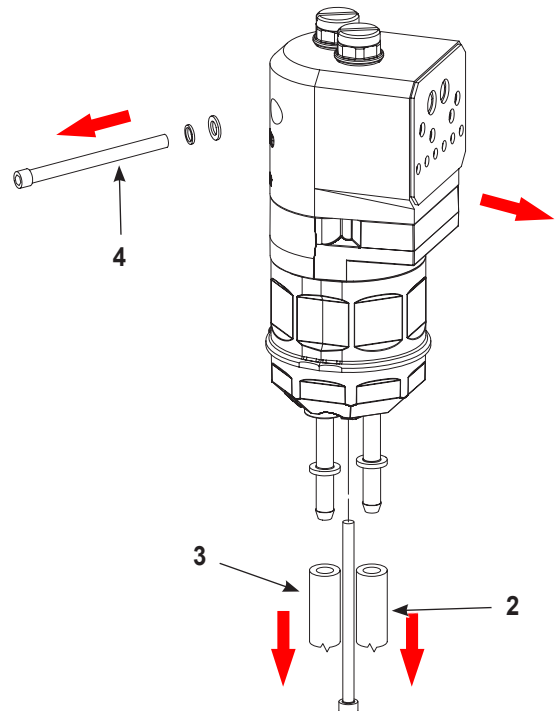
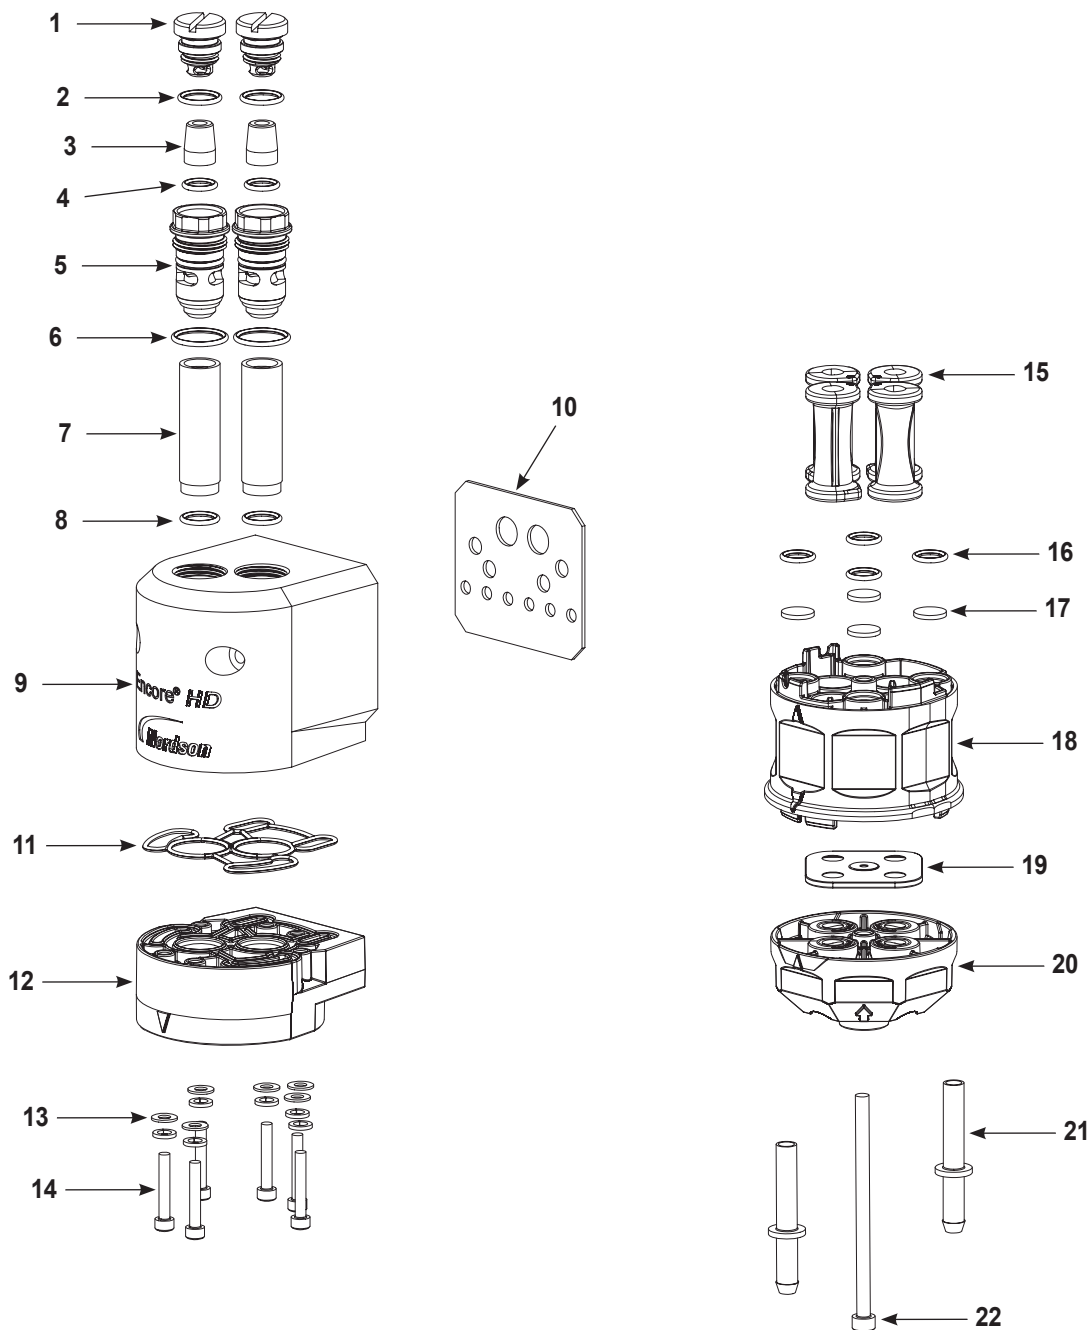

Abbildung 19 Vorbereitung für Zerlegen einer Standardpumpe
Abbildung 20 Zerlegen einer Pumpe (Abbildung zeigt Encore HD Pumpe)
**HINWEIS:** Nach jedem Zerlegen der Pumpe muss die Dichtung am Y-Block (Position 19 in Abbildung 20) ersetzt werden.
2. Siehe Abbildung 19. Eingangs- (2) und Ausgangspulverschläuche (3) unten an der Pumpe trennen.
3. Die Gehäusebefestigungselemente zur Sicherung der Pumpe an der Pumpenkonsole (4) entfernen und die Pumpe auf eine saubere Arbeitsfläche legen.
4. Siehe Abbildung 20. Die Pumpe wie gezeigt zerlegen, dabei mit den Fluidisierungsrohren beginnen. Aufgeklebte Dichtungen brauchen nur abgenommen werden, wenn sie beschädigt sind. Wenn ein Austausch erforderlich ist, siehe *Pumpendichtung ersetzen* auf Seite 23.